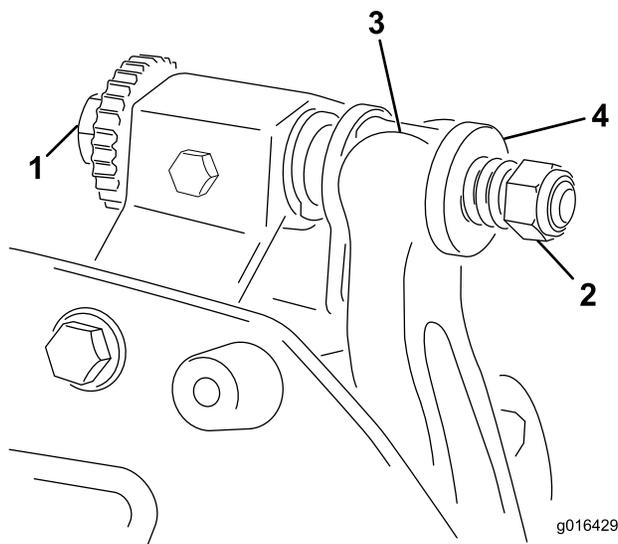

Figura 18
1. Ruotate le viti di regolazione della barra di appoggio in senso antiorario per allontanare la controlama dal cilindro (Figura 18).
2. Allentate il dado di tensione della molla, finché la rondella non sarà più in tensione contro la barra di appoggio (Figura 18).